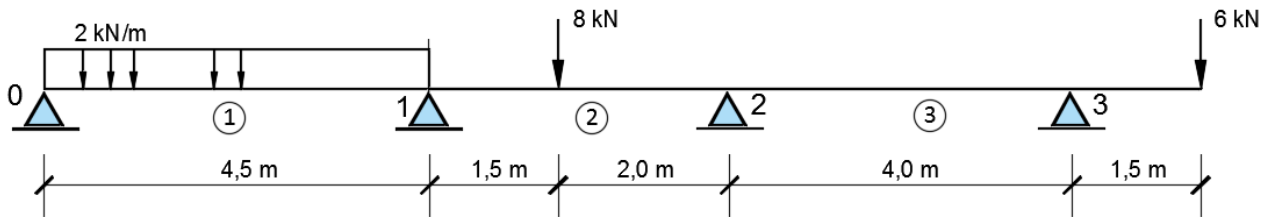

Figura 11. Viga hiperestática com três vãos e balanço na extremidade direita .
1.3.6 Exercício 6: Calcular e desenhar diagrama dos esforços seccionais de viga contínua ilustrada na Figura 11.